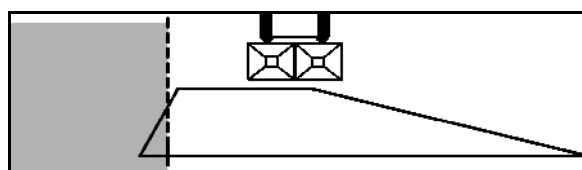

Bild 78
- Värdet som ska ställas in kan utläsas ur spridningstabellen (Bild 78).